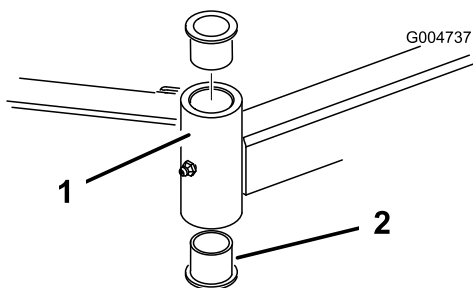

Рисунок 85
4. Вставьте пробойник сверху или снизу монтажной трубы и выбейте втулку из трубы (Рисунок 85).